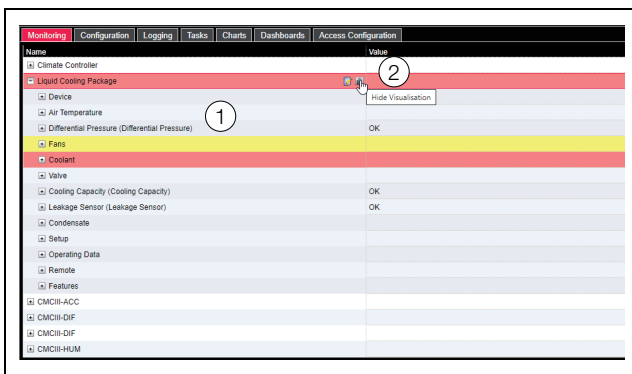

Abb. 125: Baumstruktur
Wenn nach Anwahl der Ebene „Liquid Cooling Package“ die untergeordneten Einträge „Device“, „Air“, „Water“ usw. angezeigt werden (Abb. 125, Pos. 1) schalten Sie folgendermaßen auf die grafische Darstellung um:
- Drücken Sie das farbige „Grafik“-Symbol hinter dem Eintrag „Liquid Cooling Package“ in Form eines stilisierten Diagramms (Abb. 125, Pos. 2).
Die Anzeige wechselt in die Baumdarstellung (Abb. 125) und Sie können gezielt auf die einzelnen Einstellwerte für das Liquid Cooling Package zugreifen.